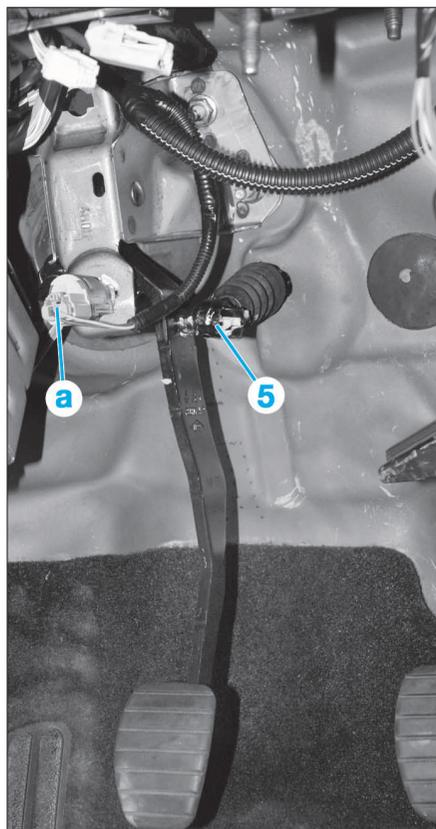

FIG. 6
- Désaccoupler la rotule (5) de l'émetteur de la pédale d'embrayage dans l'habitacle (Fig.6).
- Débrancher le connecteur (a) du contacteur d'embrayage (Fig.6).